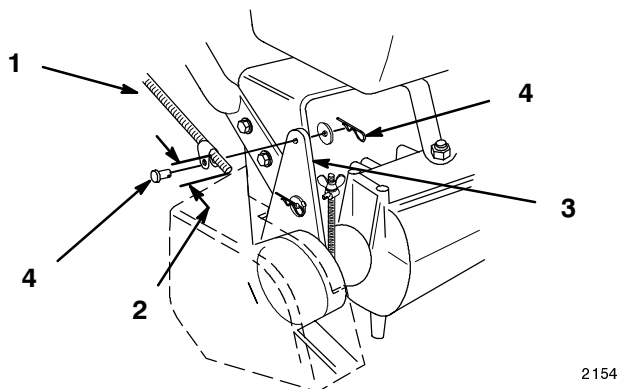

Abbildung 7
1. Auf jede Stange ein Anschlußstück auf eine Höhe von ca. 51 mm (2") hochschieben (Abb. 7) oder so weit, bis der obere Fahrtriebshebel (Abb. 8) ungefähr senkrecht zum Boden ausgerichtet ist.
2. Die Enden der Anschlußstücke an die Befestigungsbohrungen in der Halteplatte (von außen) mit Sicherungsstift, Unterlegscheiben und Sicherungssplinten befestigen (Abb. 7).